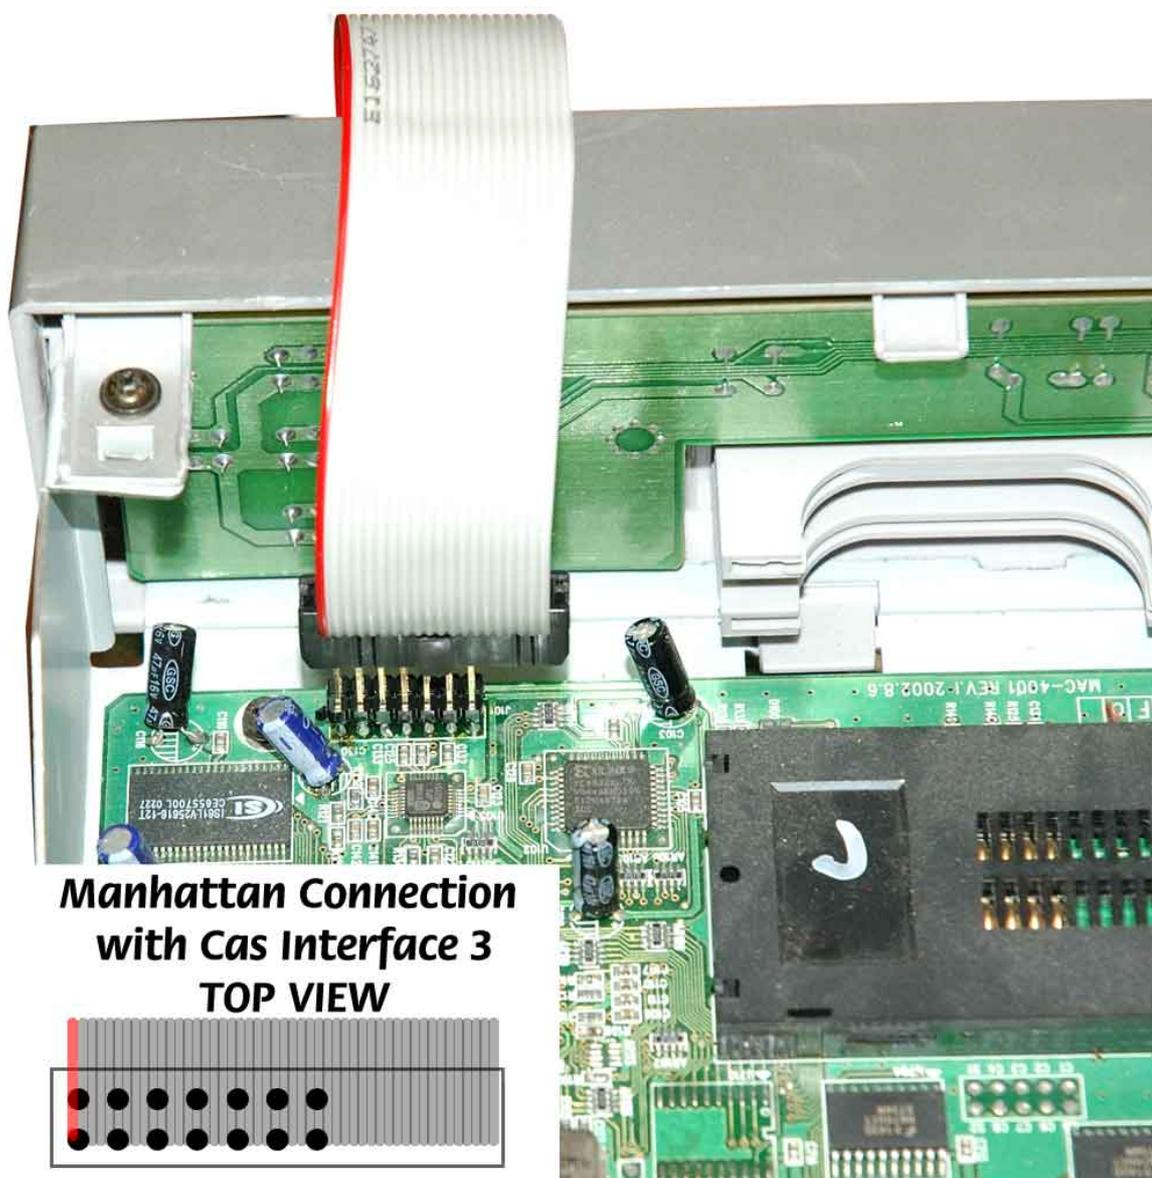

Fig. 25
- Se está a usar o Cas Interface 3, inserir um ponta do flat cable no conector externo e a outra ponta ao receptor Manhattan, como é mostrado na Figura (Fig.25):